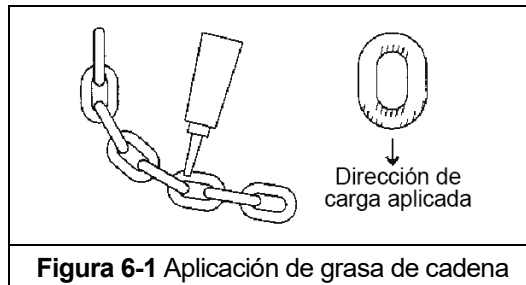

Figura 6-1 Aplicación de grasa de cadena
- Aplicar grasa lubricante KITO/Harrington Hoist, Inc. (n.º de pieza ER2CS1951) o un lubricante equivalente a la grasa de litio general industrial, NLGI n.º 0, en las superficies de apoyo de los eslabones de la cadena de carga como se indica en las áreas sombreadas de la **Figura 6-1**. También aplique grasa en las áreas de la cadena de carga (áreas sombreadas en **Figura 6-1**) que entran en contacto con la polea de carga. Asegúrese de aplicar grasa en las áreas de contacto en las guías de la polea de carga.